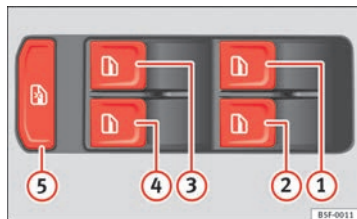

Fig. 58 Détail de la porte du conducteur : commandes pour les glaces avant et arrière
Les touches ⇒ fig. 58 ①, ②, ③ et ④ disposent de deux positions pour l'ouverture des glaces et de deux autres pour leur fermeture. Il est ainsi plus simple de contrôler les processus d'ouverture et de fermeture.